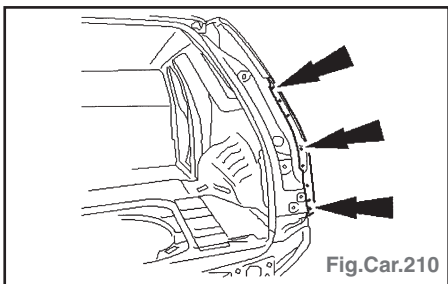

Fig.Car.210
- Souder par bouchonnage (Fig.Car.210).